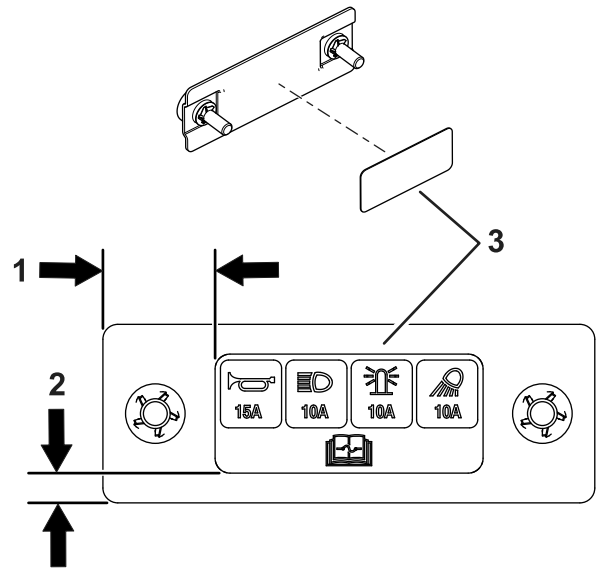

**Figuur 10**
11. Laat de kogelaansluitingen onaangesloten, zoals wordt getoond in Figuur 10.